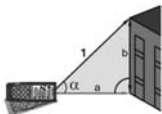

Fig. 12: Medida de con cálculo trigonométrico
3. Posicione el instrumento en el punto (1) correspondiente al valor del ángulo " α " (variable de $\pm 65^\circ$ con inclinación transversal no superior a $\pm 10^\circ$) deseado de la medida mostrado en la primera pantalla y pulse la tecla o la tecla lateral **MEAS** (vea la Fig. 12)
4. El valor de la distancia "1" se muestra en la pantalla resultante. El valor de la distancia "a" se muestra en la tercera pantalla calculado como: $a = (1) * \cos \alpha$. El valor de la distancia "b" se muestra en la segunda pantalla calculado como: $b = (1) * \sin \alpha$ (ver Fig. 12)